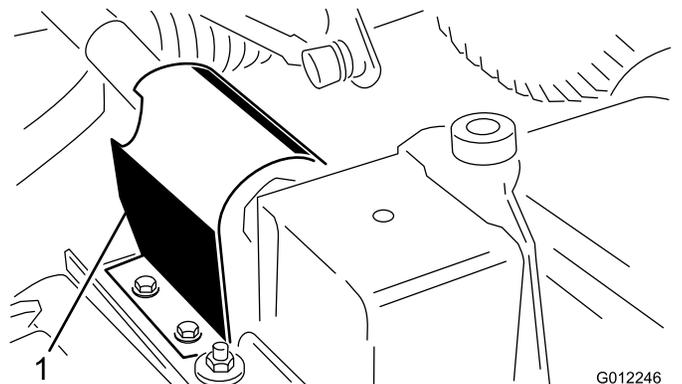

Bild 5
- Entfernen Sie die zwei Blechschauben, mit denen das Zapfwellenschutzblech oben an der Befestigungsplatte des Mähwerkgetriebes befestigt ist, und nehmen Sie das Schutzblech ab (Bild 5).